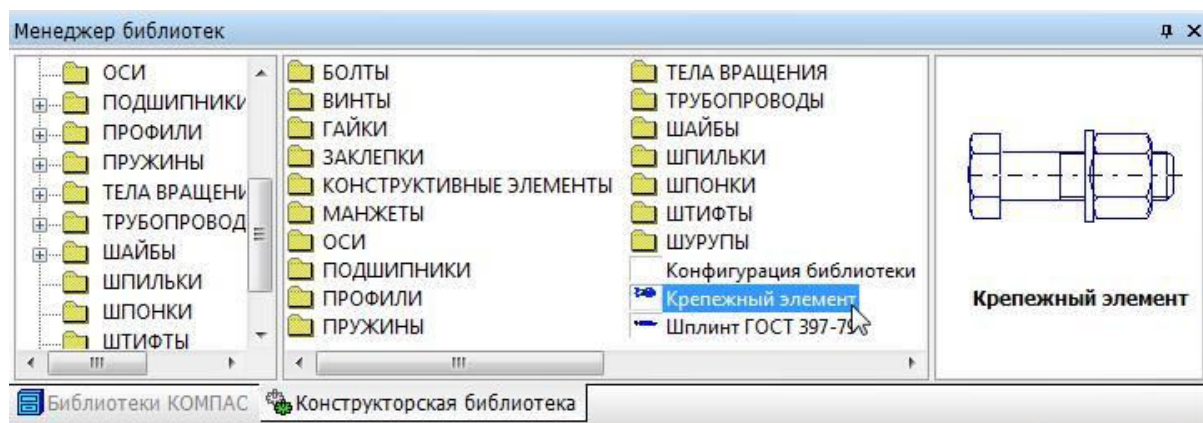

Рис. 10.5
- в подключите **Конструкторскую библиотеку**, активируйте **Крепежный элемент**, дважды щелкнув на его названии левой кнопкой мыши (рис. 10.5);